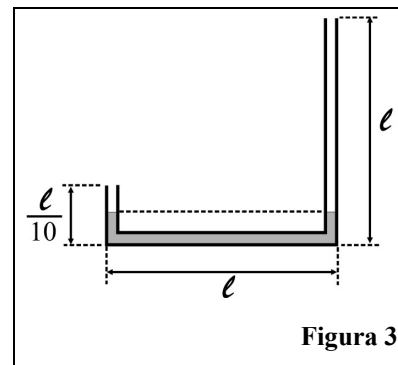

Figura 3
3. Într-un tub în formă de J, deschis la ambele capete, aflat în plan vertical (Figura 3), de secțiune  $S$ , se află mercur până la o înălțime  $\ell/20$ . Ramurile verticale au înălțimile  $\ell/10$ , respectiv  $\ell$ , iar porțiunea orizontală